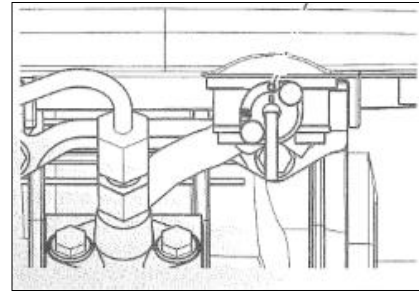

Abbildung 31
- Öffnen Sie den Kraftstoffhahn (siehe Abbildung 31).